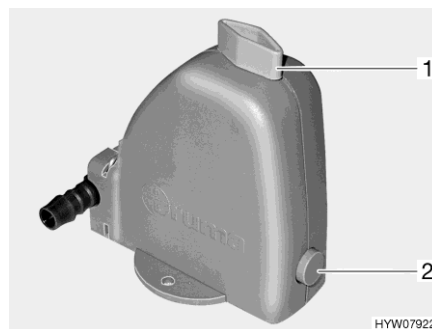

Fig. 104 Valvola di sicurezza/di scarico
Il riscaldamento è dotato di una valvola di sicurezza/di scarico (Fig. 104). La valvola di sicurezza/di scarico impedisce che l'acqua per la preparazione dell'acqua calda congeli in presenza di basse temperature esterne, quando il riscaldamento non è acceso.
- Chiudere la valvola di sicurezza/di scarico. A tal fine ruotare la manopola (Fig. 104,1) verticalmente rispetto alla valvola di sicurezza/di scarico e premere verso l'interno il bottone automatico (Fig. 104,2).
- Aprire la valvola di sicurezza/di scarico. A tal fine ruotare la manopola (Fig. 104,1) nel senso della lunghezza della valvola di sicurezza/di scarico. Il bottone a pressione (Fig. 104,2) scatta all'infuori. Il serbatoio dell'acqua sanitaria viene svuotato verso l'esterno tramite la valvola di sicurezza/di scarico.